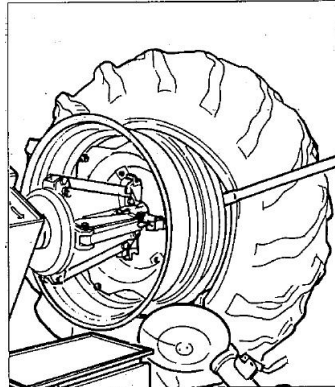

Рис. 27
- 13) Вставьте рычаг LA между ободом и бортом шины справа от монтажной головки (см. рис. 27)